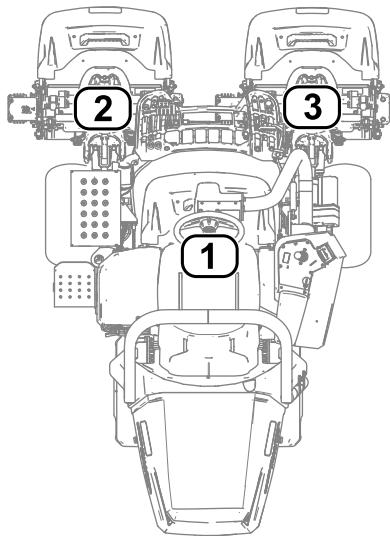

Figura 33
- 1 se refiere a la unidad de corte central (Figura 33)
- 2 se refiere a la unidad de corte delantera izquierda (Figura 33)
- 3 se refiere a la unidad de corte delantera derecha (Figura 33)